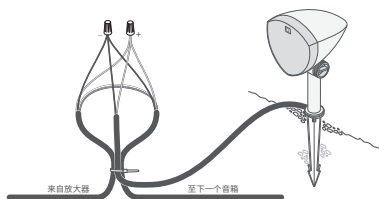

图 8
- 剪切左扬声器或右扬声器的两根正确电线 (参见下表),剥去埋地线裸露端 3/4 英寸 (约 1.9 厘米) 的绝缘层,然后从相应扬声器尾纤的端部剥去 3/4 英寸 (约 1.9 厘米) 的绝缘层 (见图 8)。
- 制作一个大约 10 英寸 (约 25 厘米) 的环路,使用扎带将线环和扬声器尾纤固定到位,以消除应力 (见图 8)。